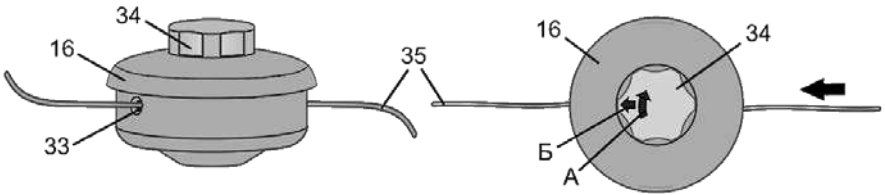

Рисунок 10
5.3 Заміна ріжучої жилки в котушці (дивіться рисунок 10)
- Прокручіть головку (34) котушки (16) в напрямку стрілки (А) до тих пір, доки стрілка (Б) не буде збігатися з одним з отворів (33) на корпусі котушки.
- Просуньте ріжучу жилку (35) крізь отвір (33) у напрямку стрілки (Б) поки кінець жилки не